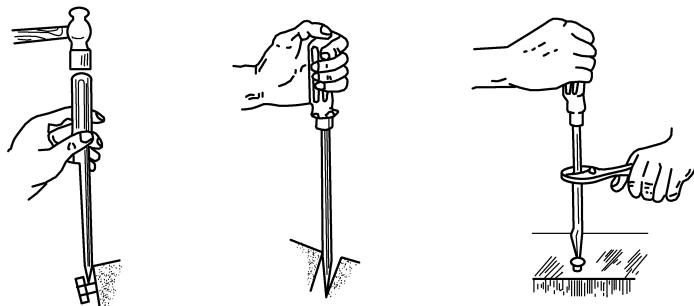

图 2-36 螺丝刀的错误使用
(5) 禁止将螺丝刀当撬棒或凿子使用，也不准用扳手或钳子来增加扭力，以防扭断或扭弯螺丝刀，如图2-36所示。